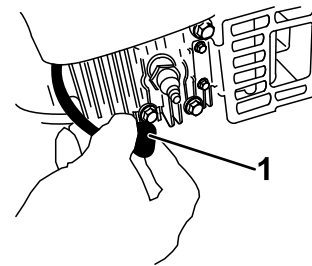

Figura 37
2. Desconecte el cable de la bujía (Figura 37).